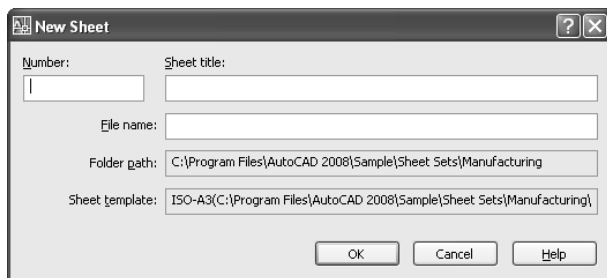

Рис. 8.17. Диалоговое окно **New Sheet**
2. В появившемся диалоговом окне **New Sheet** (Новый лист) (рис. 8.17) введите в строке **Number** (Номер) номер листа, а в строке **Sheet title** (Название листа) — название, которое будет отображаться в палитре **SHEET SET**